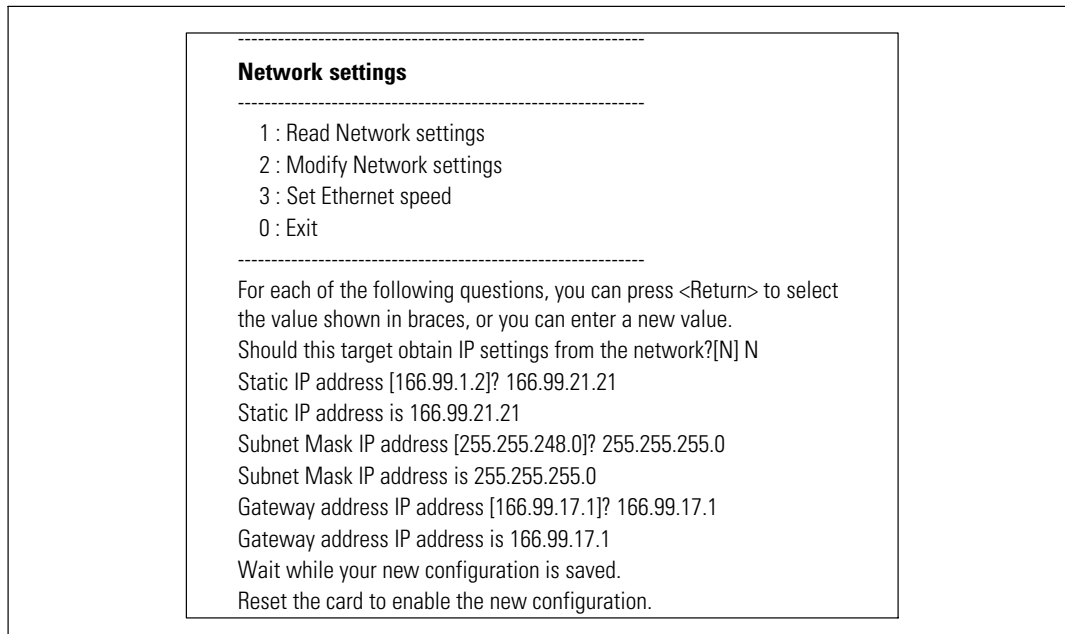

Figure 11. Modification des paramètres de réseau
- 1 Dans le menu principal, tapez 2 et appuyez sur **Entrée**. Tapez 2 et appuyez à nouveau sur **Entrée** pour modifier les paramètres du réseau. Le menu Paramètres réseau s'affiche (voir la Figure 11).